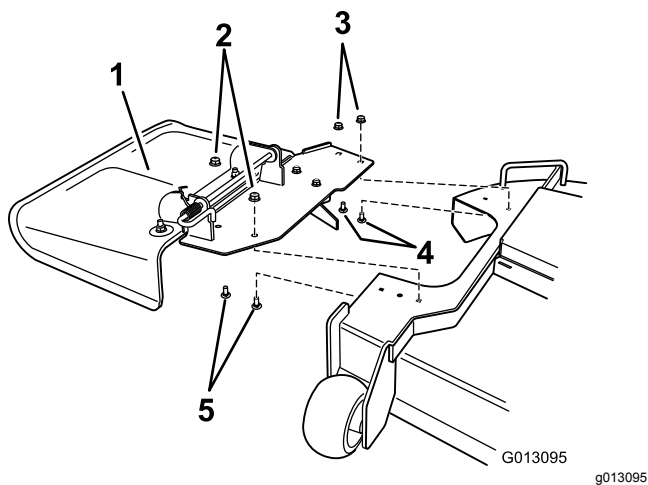

Figure 16
1. Enlevez les fixations qui maintiennent le déflexeur sur le tablier de coupe (Figure 16).